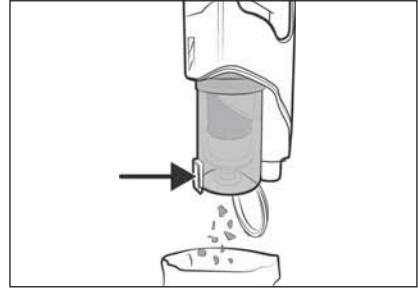

Abb. 16
- 1) Halten Sie den Staubbehälter **6** in einen Abfalleimer und drücken Sie die Staubbehälterdeckel-Entriegelungstaste **7**. Der Staubbehälterdeckel **8** öffnet sich und der Inhalt wird in den Abfalleimer entleert (siehe Abb. 16). Schliessen Sie anschließend den Staubbehälterdeckel **8**.